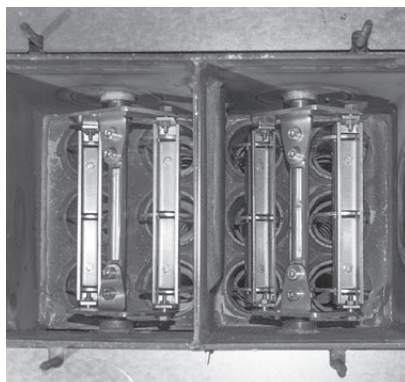

Fig. 70 Nettoyer les surfaces d'échange supérieures
- ▶ Nettoyer les parties supérieures de la surface d'échange avec un aspirateur ou avec un pinceau – Fig. 70.